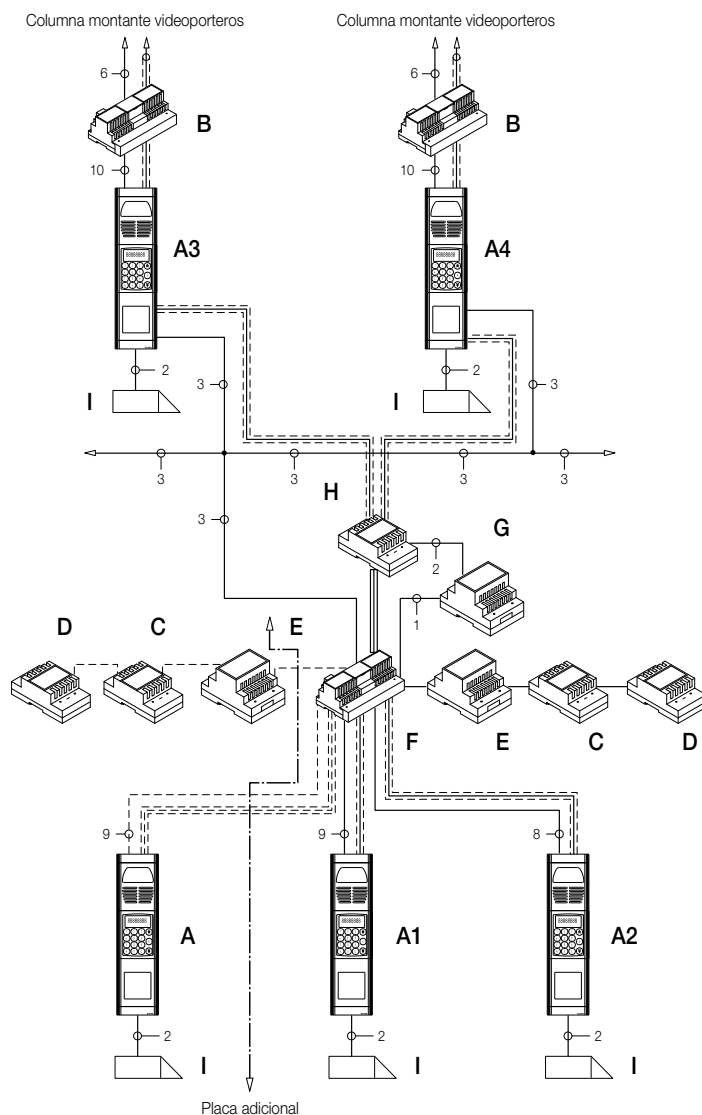

Figura 20 - Aparato externo múltiple y placa al pie de la escalera.
En los esquemas unifilares de la figura 20 se nota la presencia de un único alimentador para columna montante (B) en las instalaciones que utilizan un único aparato externo (A) mientras que, si existen diferentes fuentes externas de señal audio-vídeo (aparatos externos con telecámara y audio), es necesario montar módulos suplementarios.
- relé de conmutación del vídeo (D);
- alimentadores suplementarios (F);
- distribuidores de vídeo (H)